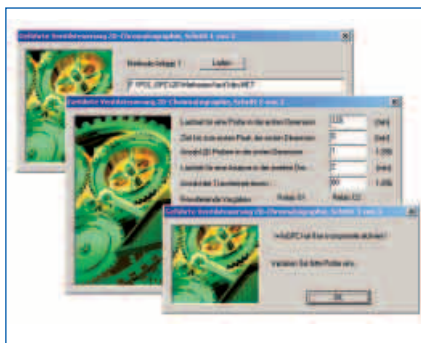

Abb. 2:
- Automatisierte 2D-Ventilsteuerung: Nach Eintragen der Randbedingungen für die Trennung wird das Transferventil automatisch initialisiert und programmiert (siehe Abb. 2)